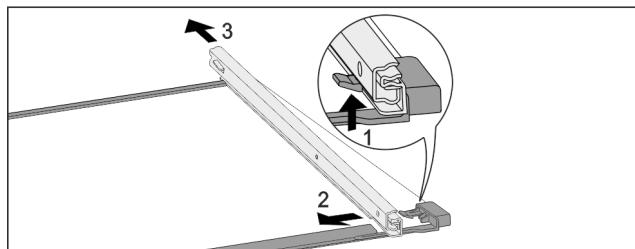

Fig. 133 Стеклянная пластина с направляющими
- Отожмите передний стопорный крючок вверх. Fig. 133 (1)
- Сдвиньте выдвижную направляющую в сторону Fig. 133 (2) и назад Fig. 133 (3).